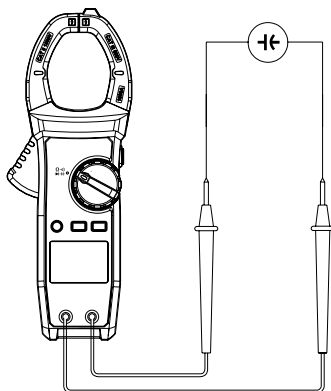

Рис.10. Измерение ёмкости
- 2) Установите переключатель в режим «•»), нажмите SELECT для выбора режима измерения емкости «•←» (см. рис. 10).